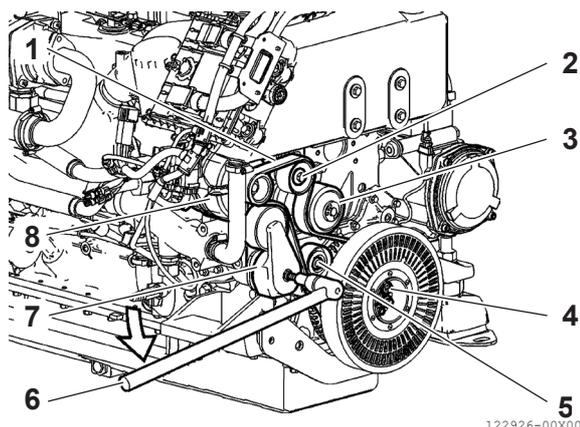

Abbildung 20
2. Entfernen Sie den Riemen (**Abbildung 20, [1]**), der auf den automatischen Riemenstraffer (**Abbildung 20, [7]**) wirkt, mithilfe des entsprechenden Werkzeugs (**Abbildung 20, [6]**) vom Generator (**Abbildung 20, [8]**), von der Wasserpumpe (**Abbildung 20, [3]**), von den Riemenscheiben (**Abbildung 20, [2]** und **Abbildung 20, [5]**) und der Kurbelwellen-Riemenscheibe (**Abbildung 20, [4]**).
5. Verwenden Sie das entsprechende Werkzeug (**Abbildung 20, [6]**) für den automatischen Riemenstraffer (**Abbildung 20, [7]**), um den neuen Riemen in seine Betriebsposition einzupassen.
6. Weitere Anpassungen sind nicht erforderlich. Die Riemenspannung wird automatisch durch die kalibrierte Feder im automatischen Riemenstraffer (**Abbildung 20, [7]**) eingestellt.